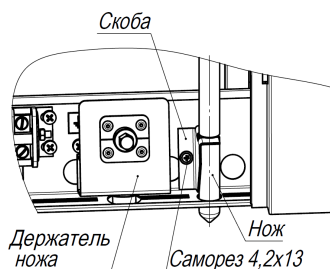
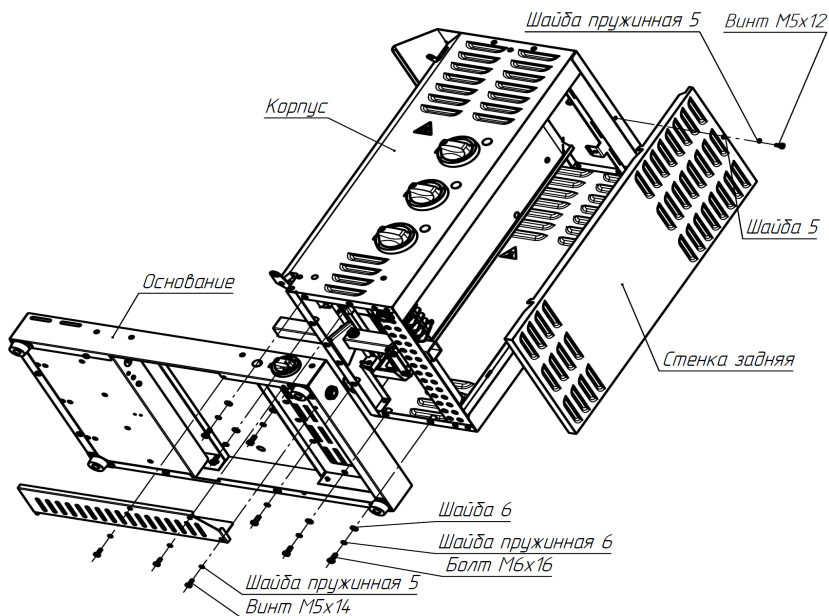

Рис.1
Рис.2
- 5.3. Вынуть из корпуса держатель ножа, срезав хомут, и нож, открутив саморез 4,2x13 и удалив скобу, крепящую нож (рис.1). Установить стенку заднюю на место (вставить в проем, приподняв вверх под крышку, и затем опустить ее прижимая к корпусу, чтобы крючки вошли в отверстия). Закрепить стенку заднюю винтом M5x12 (рис.2).
- 5.4. Соединить корпус установки с основанием с помощью десяти болтов M6x16 с шайбами (рис.2).